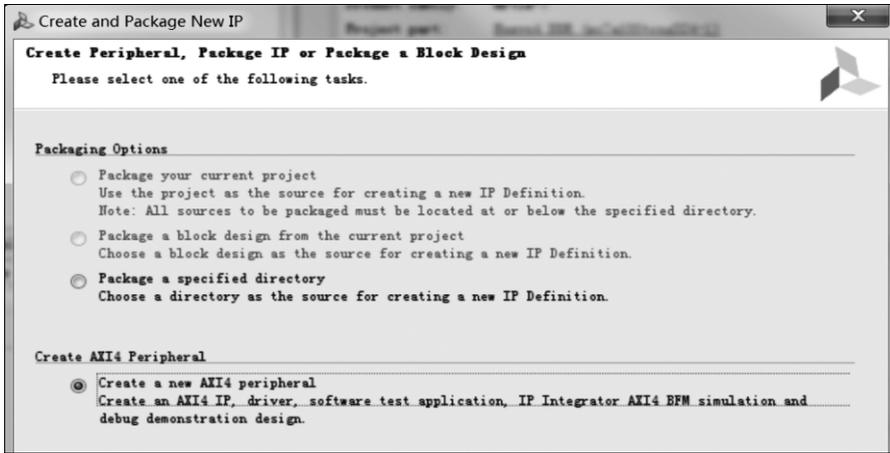

图 3-2 选择 Create a new AXI4 peripheral 单选按钮
(2) 出现 Create and Package New IP 对话框后,单击 Next 按钮,在下一步的界面中选择 Create a new AXI4 peripheral 单选按钮,如图 3-2 所示。